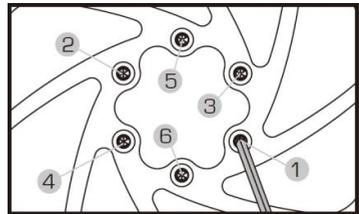

Fig. C-1 星形順序鎖固碟盤
- 使用 T25 星形扳手依照星形順序鎖固碟盤螺絲(Fig. C-1)